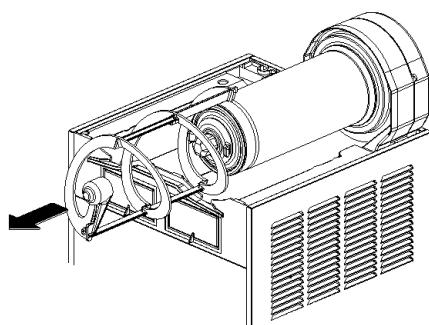

figura 7
- 3** Desenfilar del evaporador el rascador exterior (ver figura 7) y después el Rotor magnético externo completo (ver figura 8).